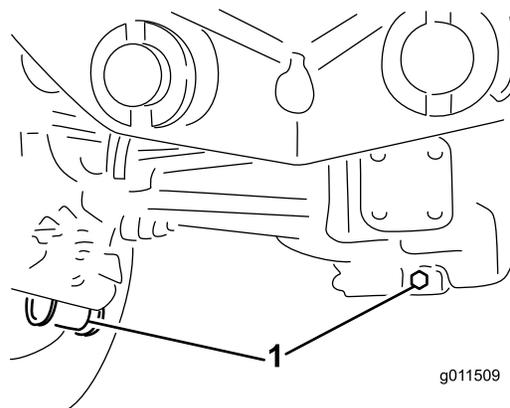

Рисунок 95
2. Очистите область вокруг трех сливных пробок, по одной на каждом конце и одной в центре (Рисунок 95).